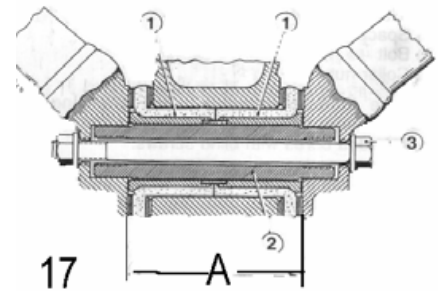

Рис.17
4. В 1990 году: Модифицированы резиново-металлические подшипники, болты и момент затяжки, рис.17.